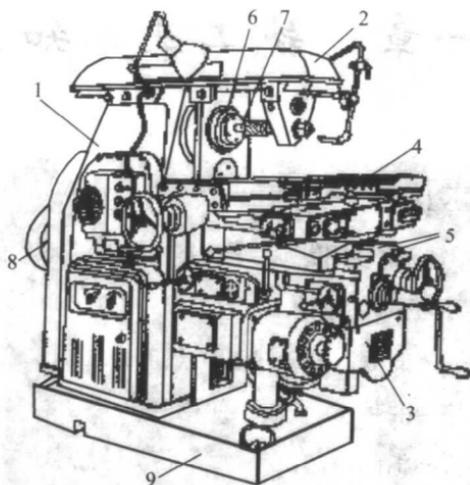

图 1-1 卧式铣床外形及各部分名称
(1)卧式铣床 图 1-1 是卧式铣床外形,其主要特征是铣床主轴轴线与工作台台面平行。因主轴呈横卧位置,所以称为卧式铣床。铣削时,将铣刀安装在与主轴相连接的刀轴上,随主轴做旋转运动,被切工件装夹在工作台面上对铣刀做相对进给运动从而完成切削工作。